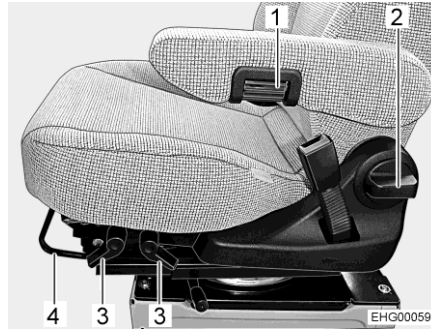

Fig. 17 Regolazione del sedile (Aguti GIS-Liner)
- Tirare la staffa (Fig. 17,4) verso l'alto.
- Tirare la relativa leva (Fig. 17,3) verso l'alto.
- Ruotare la maniglia (Fig. 17,2).
- Per una regolazione precisa, ruotare la rotella zigrinata (Fig. 17,1). A seconda della direzione di rotazione il bracciolo si muove verso l'alto o verso il basso.